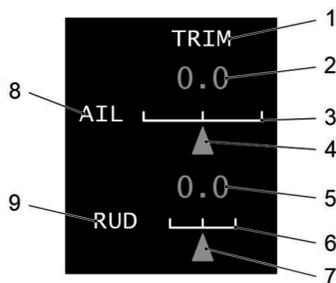

Рисунок 16. Индикация состояния и положения элеронов и руля направления при триммировании
Индикация состояния и положения элеронов и руля направления при триммировании на странице FCS приведена на рис. 16.
Таблица 10. Условные обозначения к рис. 16:
- надпись TRIM [1] Рис. 16 белого цвета - функция триммирования;
- надпись AIL [2] Рис. 16 белого цвета - функция триммирования элеронов;
- шкала функции триммирования элеронов [3] Рис. 16 - скоба белого цвета с риской нейтрального положения;
- метка триммирования элеронов [4] Рис. 16 отображается в трех вариантах:
- числовое значение угла отклонения элеронов при триммировании [2] Рис. 16 отображается в трех вариантах:
- надпись RUD [9] Рис. 16 белого цвета - функция триммирования руля направления;
- скоба белого цвета с риской нейтрального положения - шкала функции триммирования руля направления [6] Рис. 16;